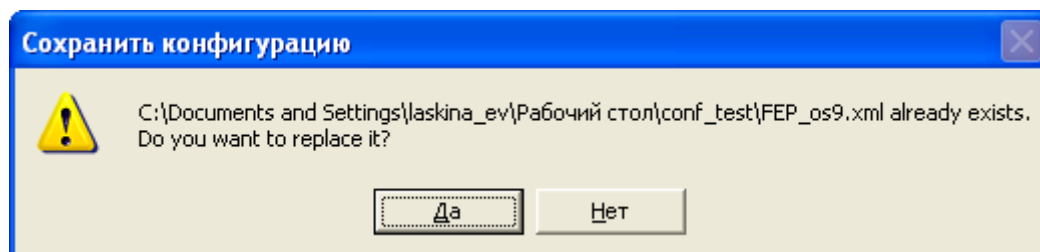

Рисунок 74. Диалоговое окно «Сохранить конфигурацию»
- 2) Если файл уже существует в выбранной директории, то будет выдано сообщение – рисунок 74. Нажатие на кнопку «Да» приведет к замене существующего файла текущим файлом конфигурации. При нажатии на кнопку «Нет» будет осуществлен возврат к окну «Сохранить конфигурацию».